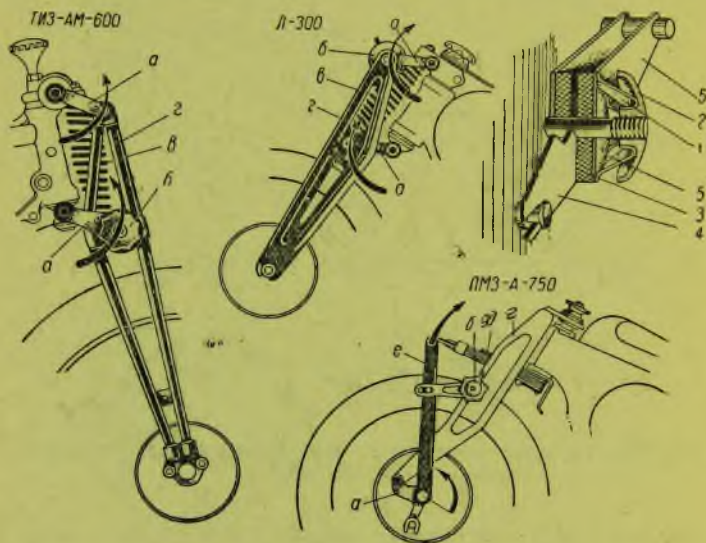

Рис. 186. Подвеска переднего колеса и фрикционный амортизатор вилки (вверху справа)
колебаний, амортизаторы, конструктивное выполнение которых приведено на рис. 186. Наиболее часто гасители колебаний вилки работают на использовании силы трения, которая создается нормальным давлением от пружины (1), регулируемой гайкой (2), и фибровыми вкладышами (3), зажимающимися между трущимися пластинами (4) и (5). Однако фрикционные амортизаторы, действуя в обоих направлениях (вверх и вниз), не достигают того эффекта, как, например, гидравлические, которые, действуя в одном направлении, гасят колебания без ущерба мягкости работы всей вилки, — такими амортизаторами снабжена вилка мотоцикла М-72 (рис. 186-А).